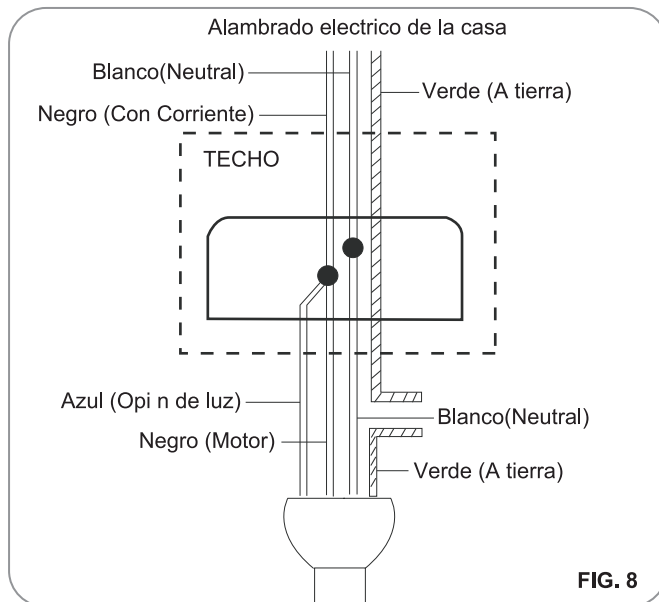

FIG. 8
Conecte el alambre blanco (NEUTRAL) del techo al alambre blanco del ventilador. (Fig. 8)
Paso 2. Si su caja de distribución tiene un alambre a tierra (verde o de cobre) conecte los alambres a tierra del ventilador (en la bola de suspensión o soporte de montaje) al alambre a tierra de la caja de distribución. Si no tiene alambre a tierra en su caja de distribución, conecte el alambre a tierra de la bola de suspensión de soporte directamente a la soporte de montaje. (Fig. 8)